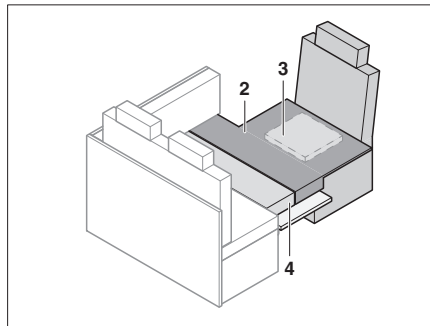

Bild 193 Nach dem Umbau
- Zusatzpolster auflegen (Bild 193).